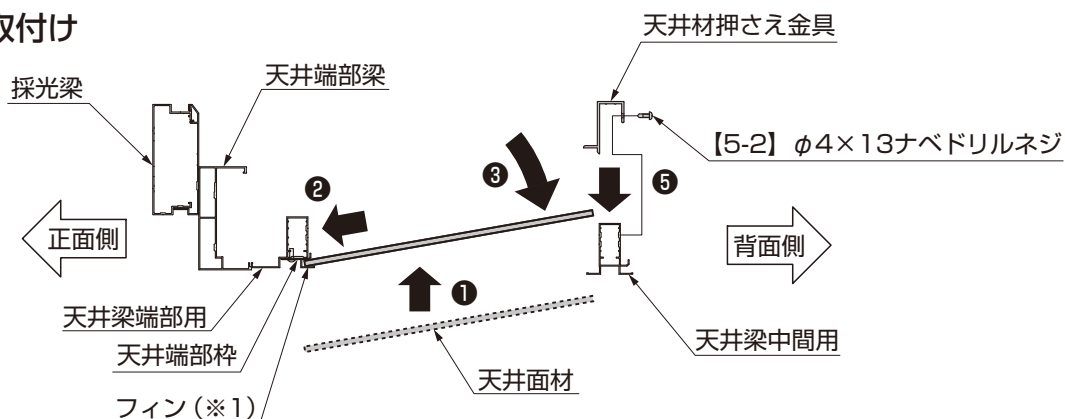
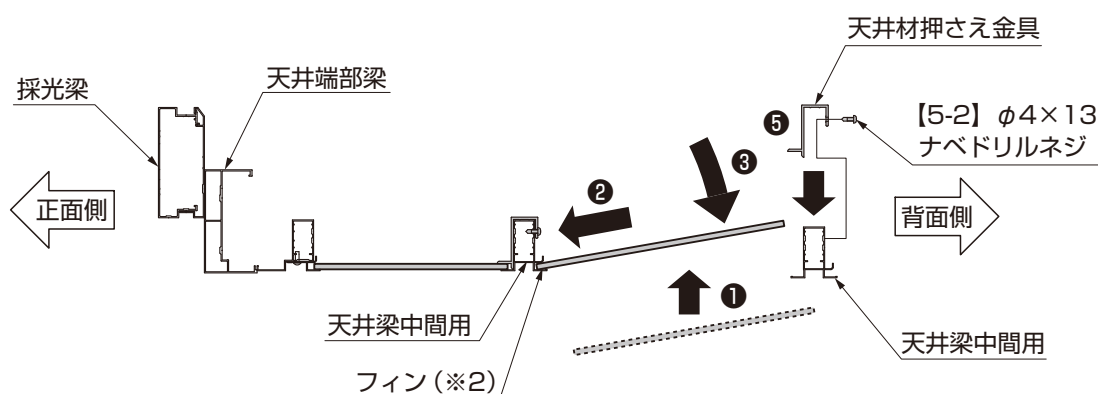
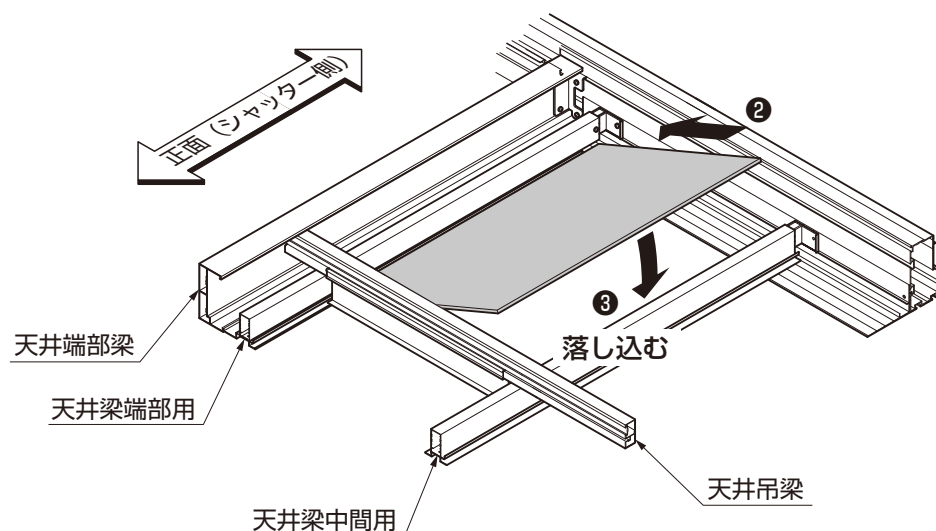

図6-35 天井面材のはめ込み方法（奥行き方向）（1スパン目）
図6-36 天井面材のはめ込み方法（奥行き方向）（2スパン目以降）
図6-37 天井面材のはめ込み方法（落とし込み）
- ①天井面材を天井梁端部用に取付けた天井端部枠のフィン（※1）または天井梁中間用のフィン（※2）に差込んだ後、落とし込んでください。（図6-35、図6-36、図6-37参照）